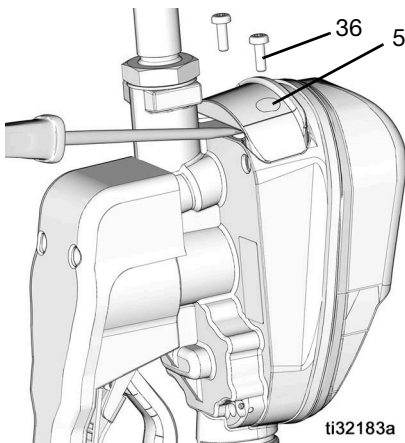

FIG. 47
1. retirer les vis (36) du couvercle du compartiment à piles (5).
2. Avec un petit tournevis plat, dégager doucement le couvercle du logement de la vanne de distribution dosée en bas du couvercle, à côté de la fixation de l'extension comme illustré sur la FIG. 47.